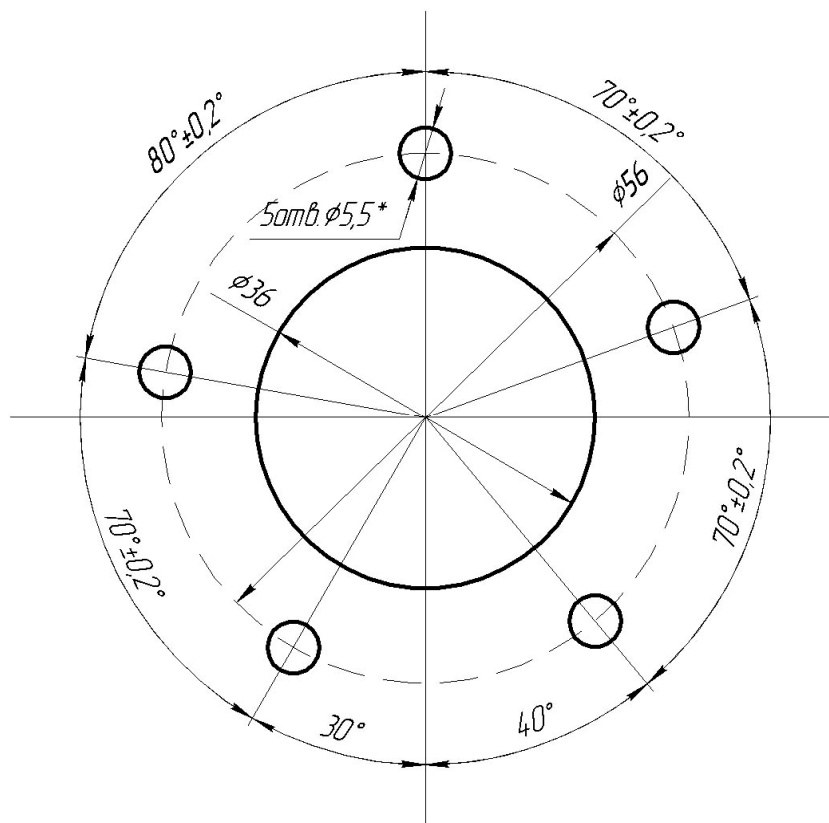

Рис. 8. Эскиз для сверления установочных отверстий.
1. Просверлите отверстия для установки датчика согласно чертежу на Рис.8.